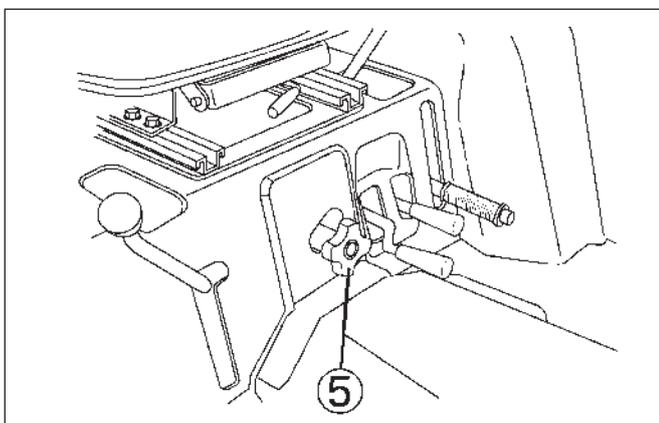

FIG. 5-38
**FIG. 5-38:** Vous pouvez régler à nouveau la vitesse d'abaissement avec la molette de réglage de vitesse, 5. En tournant la molette complètement dans le sens horaire, les bras ne peuvent pas être abaissés.